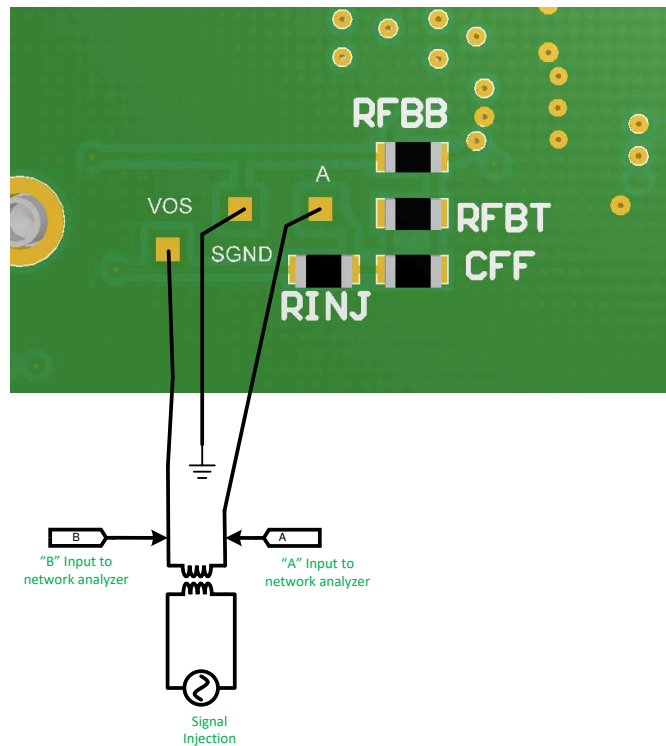

图 1-4. FRA 设置
- **OPEN PADS** - 用于连接频率响应分析器（位于电路板的底部）以绘制波特图。有关这些连接的详细信息，请参阅图 1-4。
可以使用图 1-4 中所示的设置进行环路增益测量 (绘制波特图)。